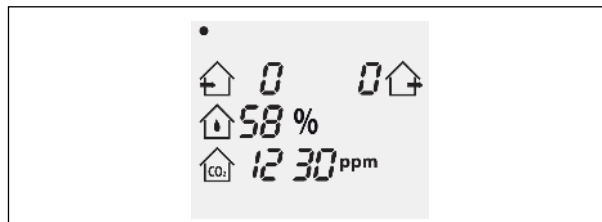

Abb. 30: Lüftungsgerät im Standby-Modus
- Der laufende Lüftungsbetrieb wird beendet. Die Lüftungsstufe von Zuluft und Abluft wird auf 0 gesetzt (siehe Abb. 30).